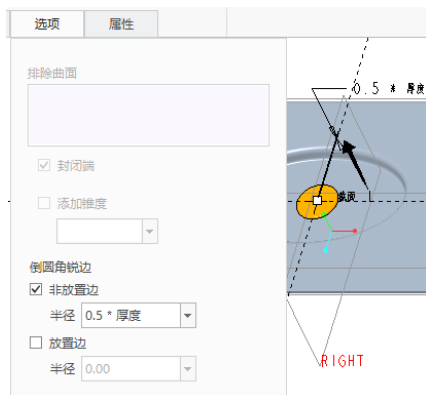

图 2-57 设置非放置边的圆角锐边
(5) 本例要定义要圆角的穿孔的边, 即在 “草绘成型” 选项卡中打开 “选项” 面板, 接着在 “倒圆角锐边” 选项组中勾选 “非放置边” 复选框, 并从 “半径” 下拉列表框中选择 “0.5 * 厚度”, 而取消勾选 “放置边” 复选框, 如图 2-57 所示。